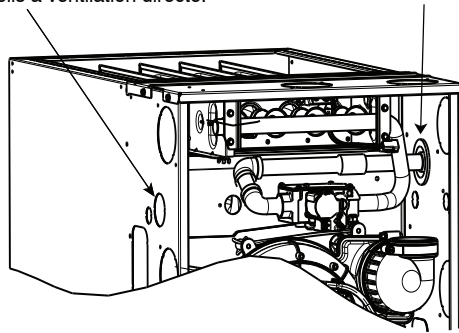
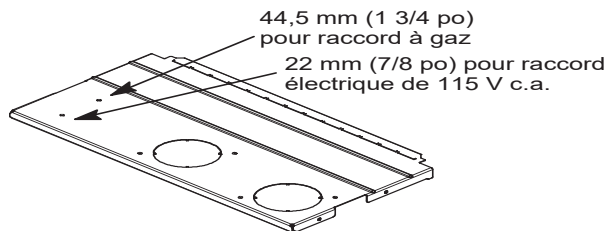

Fig. 29 – Entrée de gaz
Fig. 30 – Entrée de gaz et d'électricité facultative
La pression d'alimentation doit se situer dans les limites des pressions d'alimentation d'entrée minimale et maximale indiquées sur la plaque signalétique avec les brûleurs en position de marche (ON) et d'arrêt (OFF). L'entrée de gaz peut se trouver du côté gauche ou droit, ou sur le panneau supérieur. Consultez la Fig. 29 et la Fig. 30.
Pour les applications à ventilation directe (deux tuyaux), l'ouverture pour le tuyau de gaz doit être scellée afin de prévenir toute fuite d'air. Retirez la pastille défonçable ou le cache, installez l'œillet à l'intérieur, puis insérez le tuyau de gaz. Vous trouverez l'œillet dans le sac de pièces détachées. Consultez la Fig. 29.